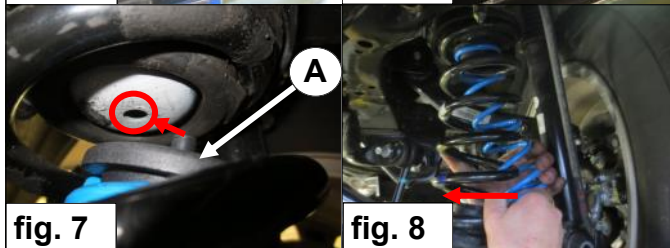

fig. 8
7. Druk de hulpveer **C** in veerschotel **B**. Let erop dat het geheel goed centreert. *Zie fig. 8.*
7. Press the auxiliary spring **C** into spring seat **B**. Make sure that it centers correctly. *See fig. 8.*
7. Drücken Sie Hilfsfeder C in Federteller B. Stellen Sie Sicher, dass die Federteller und das hilfsfeder korrekt zentrieren. *Siehe Fig. 8.*
7. Placez le ressort Auxiliaire C sur la coupelle B. Notez que les bons centres globaux. *Voir fig. 8.*